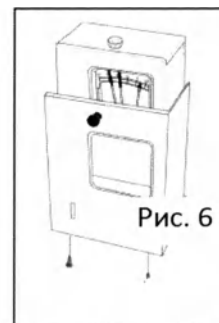

Рис. 6
3. Присоедините регистратор температуры (MTR4015LH) к крепежному элементу регистратора (MPR-S30: дополнительный компонент) при помощи прилагаемых винтов (Рис. 6).